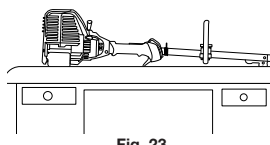

Fig. 23
- Coloque el motor sobre una superficie plana y nivelada, con el protector de la cabeza de corte colgando de un banco o mesa de trabajo para obtener una lectura adecuada del nivel de aceite (Fig. 23).